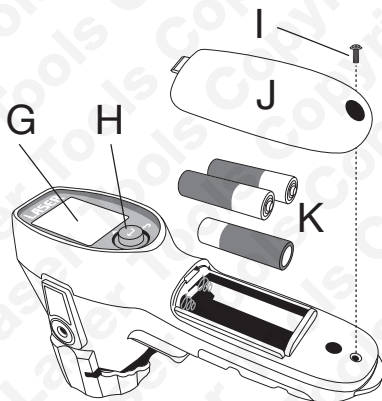

Fig. 3
- Installare le batterie (vedere la Fig. 3). Sono in dotazione tre batterie AA da 1,5 V.